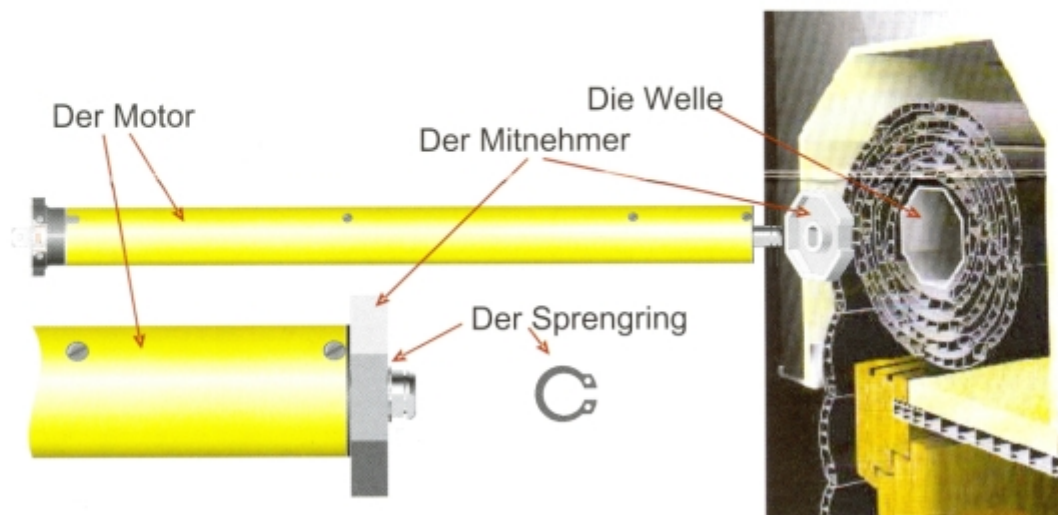

Bild 01
- Den Mitnehmer auf den Motorbolzen schieben und mit Sprengring sichern (Bild 01).